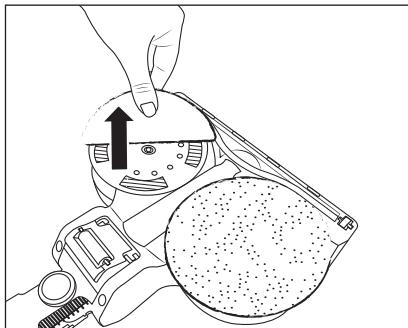

Fig. 18
- ◆ Pour retirer une serpillière ④ de l'embout serpillière ①, saisissez-la avec les doigts et retirez-la de l'embout serpillière ① en la tirant vers le haut (voir fig. 18).